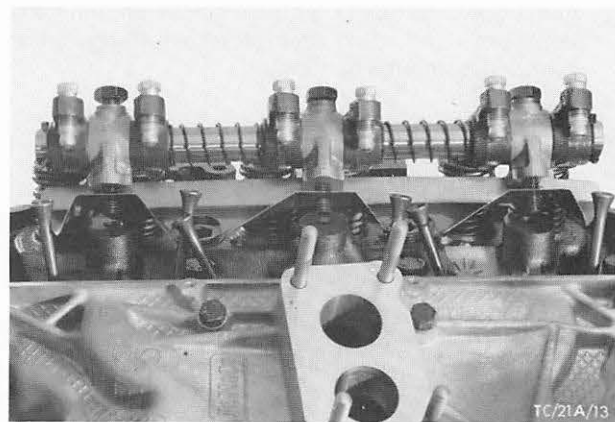

Abb. 207 Kipphebelachse mit Ölfangblech entfernen
9. Kipphebelachsen (6 Schrauben) mit Ölfangblechen abmontieren, Abb. 207. Stößelstangen entfernen.